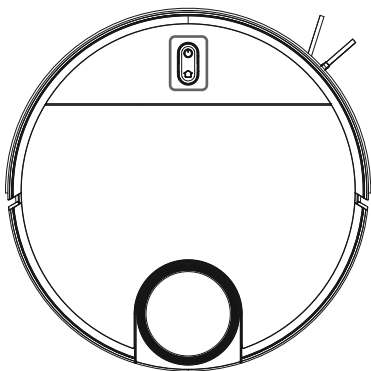

Fig. 7
- Premere contemporaneamente il tasto di accensione  e il tasto Home  per alcuni secondi per impostare la modalità di associazione del robot aspirapolvere (**vedere la fig. 7**).